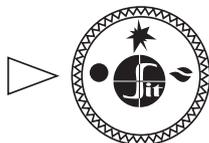

Рис. 7
- 7.2. В исходном (выключенном) положении ручки управления находится в положении «точка» (рис. 7). Пилотная и основные горелки погашены (подача газа к ним заблокирована).
- 7.5. **Выключение аппарата** производится путем поворота ручки в положение «точка» (рис. 7). При этом пилотная и основные горелки (если горят) погаснут.